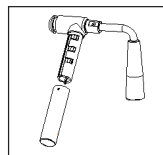

Abb. 9
- Stellen eine Tasse mit geeigneter Höhe und Fassungsvermögen von mindestens 300 ml aufs Gitter (2) auf.
- Richten Sie das Cappuccinatore-Rohr (15) mit dem Cappuccinatore-Rohr-Neigungsregler (14) in die aufgestellte Tasse.
Anmerkung: Sie können die Länge des Cappuccinatore-Rohrs (15) ändern, dazu drehen das Rohr (15) gegen den Uhrzeigersinn, ziehen es auf die gewünschte Länge heraus und fixieren das Rohr (15) durch Drehen im Uhrzeigersinn (Abb. 9).
- Schalten Sie die Kaffeemaschine ein, indem Sie den Netzschalter (11) «0/I» in die Position «I» umstellen, dabei leuchtet und blinkt die Kontrolleuchte (7, 8, 9).
- Schalten Sie die Kaffeemaschine nach dem Reinigen aus, indem Sie den Schalter (11) «0/I» auf «0» stellen.